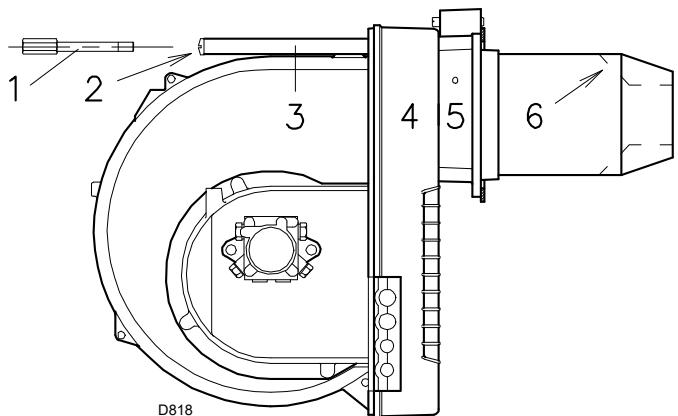

Fig. 14
- Rimontare, infine, il bruciatore 4)(Fig. 14) sulle guide 3) e farlo scorrere fino alla flangia 5), tenendolo leggermente sollevato per evitare che il gruppo stabilizzatore fiamma entri in contrasto con le alette di guida 6) del boccaglio.
- Avvitare le viti 2)(Fig. 14) sulle guide 3) e la vite 1) che fissa il bruciatore alla flangia.